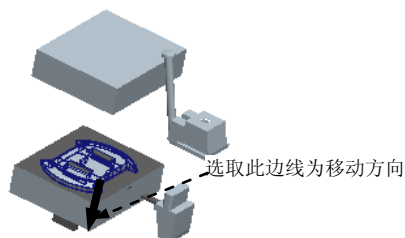

图 27.66 选取移动方向（一）
Step1. 移动浇注件。在 **▼ MOLD OPEN (模具开模)** 菜单中选择 **Define Step (定义步骤)** → **Define Move (定义移动)** 命令; 选取要移动的模具元件 **MOLDING.PRT** (浇注件), 在“选择”对话框中单击 **确定** 按钮; 在系统的提示下, 选取图 27.66 所示的边线为移动方向, 然后输入要移动的距离值-80。